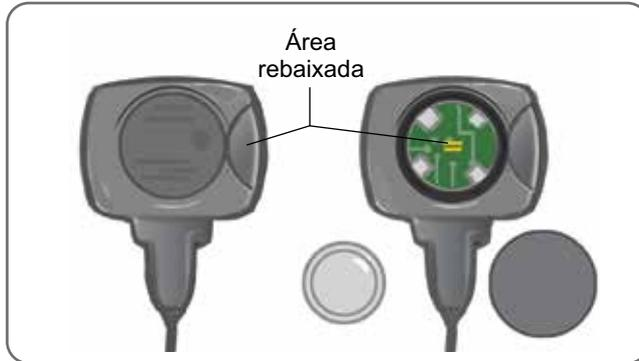

Figura 8-1: Substituição da bateria do sensor de pé
1. Use a área rebaixada na parte de trás do sensor de pé para abrir a tampa da bateria. Veja a Figura 8-1.